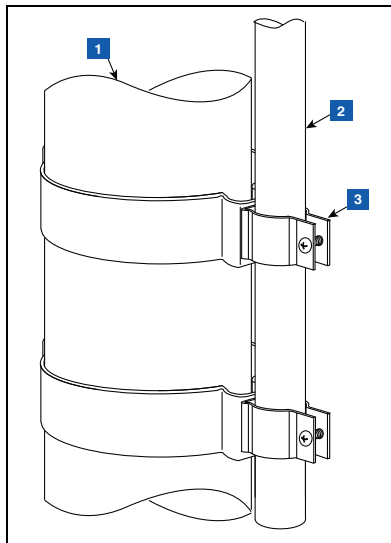

Abbildung 14. 12,7 mm Rohr mit 12,7 mm Klemmen an Rohrleitung befestigen
2. 12,7 mm (1/2") Rohr an 12,7 mm (1/2") Metallklemmen, wie in Abbildung 14 gezeigt, befestigen und festziehen. Die Klemmschrauben sind in die Klemmen integriert und dafür sind keine Befestigungsmuttern erforderlich.
LEGENDE FÜR DIE ZAHLENFELDER ABBILDUNG 14